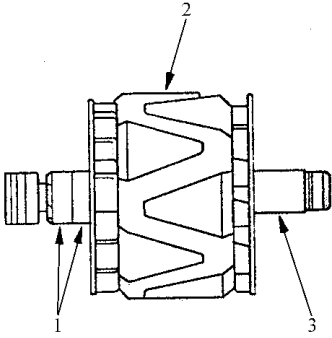

图 9-56 检查滑环之间的导通
16) 转子滑环检测，如图 9-56 所示。检查并确认滑环之间应当导通。如果导通，则进行第 17) 步。如果不导通，则更换转子总成。